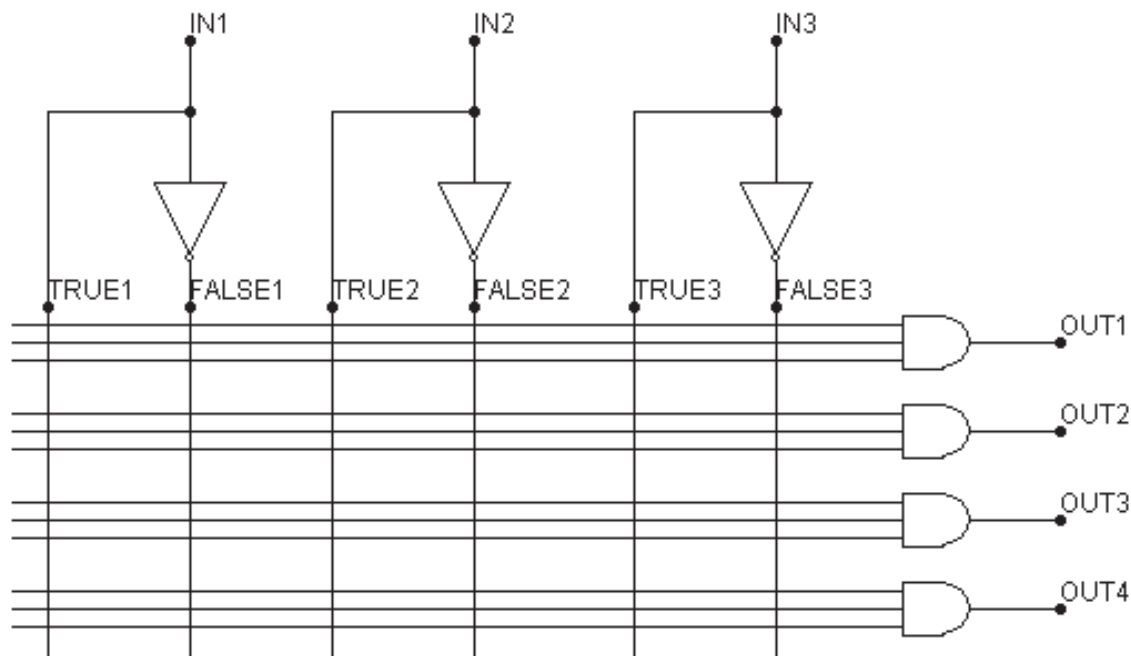

Рис. 13.13. Программируемая логическая матрица PLANDC 3X4
ходов, которые формируют ряды. Каждый выход (ряд) — это вентиль, входы которого выбираются входными сигналами (столбцами), как показано на рис. 13.13. Устройство программируется выбором входов, которые будут являться частью выходного вентиля. Тип выходного вентиля определяется типом программируемой матрицы. Матрица PLNAND имеет выходные вентиля И-НЕ (NAND), PLOR — ИЛИ (OR). Компонент PLA обеспечивает программируемую сердцевину для моделирования реальных выпускаемых промышленностью приборов с программируемой логикой.
Матрицы с прямыми и инверсными входами TRUE&COMPLEMENT (PLANDC, PLORC, PLNANDC, PLNORC, PLXORC, PLNXORC). Программируются подобным же образом, только с чередованием прямого и инверсного входов (см. рис. 13.13), причем бит для инверсного входа помещается после бита для прямого входа. По нулевому адресу таблицы помещается первый прямой вход подсоединенный «1» (или нет «0») к первому выходному вентилю. По следующему адресу помещается первый инверсный вход подсоединенный «1» (или нет «0») ко входу первого выходного вентиля. Затем второй прямой вход подключенный (или нет) к первому выходному вентилю и так далее до тех пор, пока все входы (прямые и инверсные) для первого выходного вентиля не будут описаны. Затем процесс описания повторяется для второго выходного вентиля и так до тех пор, пока последний выходной вентиль не будет запрограммирован.